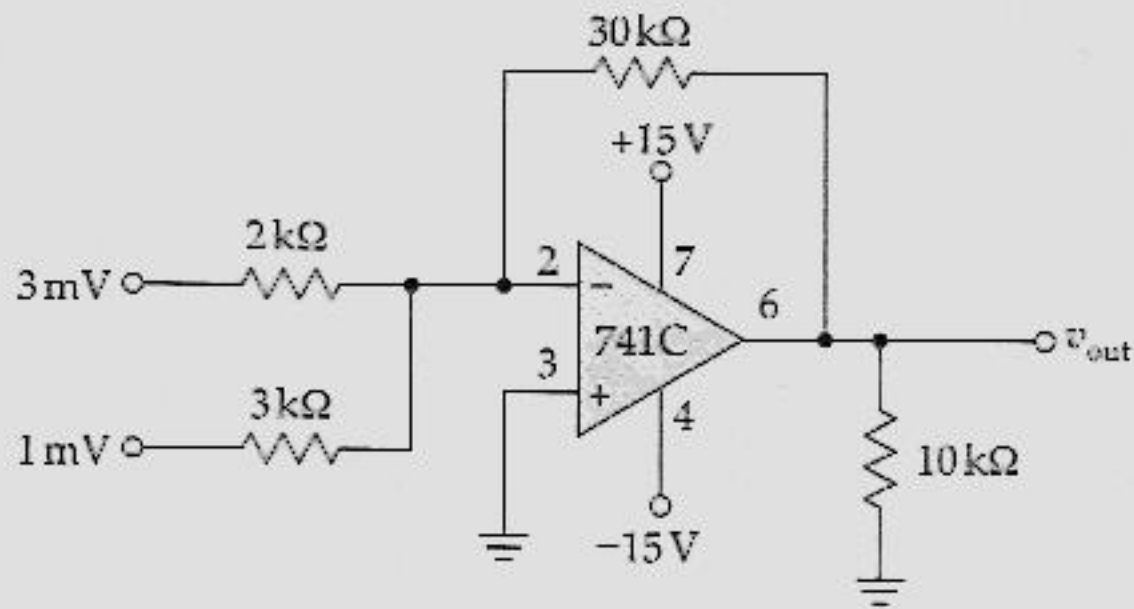

Figura 20.42
- 20.13 Qual a tensão de saída do circuito da Figura 20.42?
- 20.14 As duas entradas do circuito da Figura 20.42 são alteradas de 3 mV e 1 mV para 2 mV e 4 mV . Qual a tensão de saída?
- 20.15 Qual a tensão de saída do circuito da Figura 20.42 se o valor do resistor de $30\text{ k}\Omega$ for dobrado?